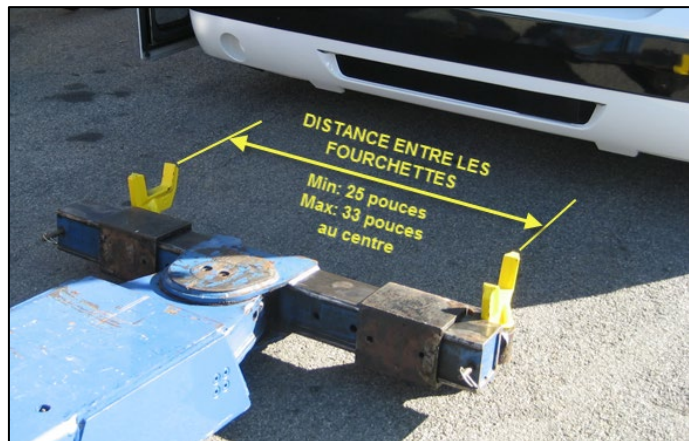

FIGURE 44
4. Lever la barre de remorquage jusqu'à ce que les fourchettes saisissent la poutre de l'essieu aux points de levage (Figure 44).